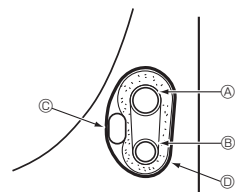

Fig. 4-5
4.4.1. Збереження в ділянці трубопроводу блока (Fig. 4-5)